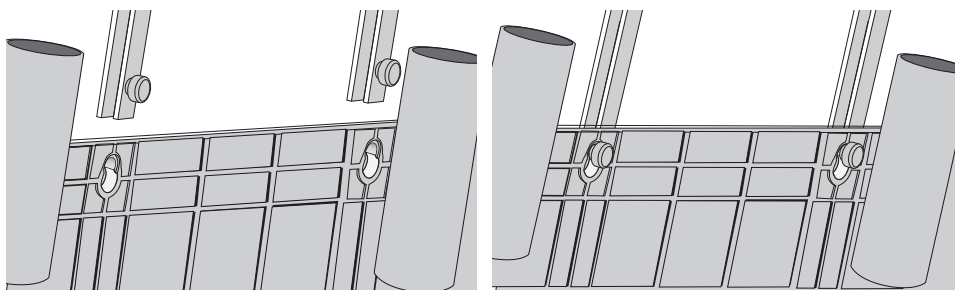

Figure 3
- **Assemblage avec les Supports:** Placer un Support de sorte que les boutons du support soient dirigés vers l'arrière de la structure de l'organisateur. Insérer le bouton à travers l'une des ouvertures en forme de trou de serrure sur la Structure de l'Organisateur et soulever sur le Support pour mettre en place. (Voir la figure 3) Répéter avec le deuxième Support. L'Organisateur est maintenant prêt à suspendre.